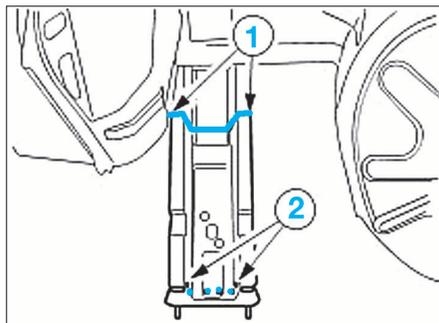

FIG. 103
- Découper selon la ligne de coupe (1) (Fig.103).
- Souder en cordon continu (1) (Fig.103).
- Souder par résistance par points (2).